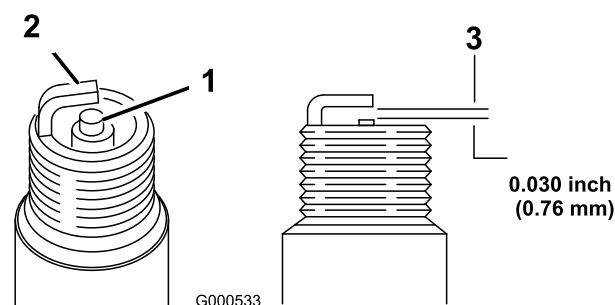

図 54
- すきまゲージでエア・ギャップの点検を行い、隙間の大きさが適切でなければ側面の電極を注意深く曲げて調整する(図 54)。
- 中央の電極部(図 54)を観察する。